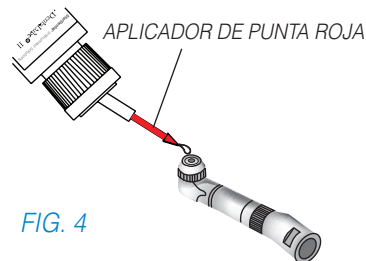

FIG. 4
- Coloque una gota de DentaLube II en el centro del vástago hueco del cartucho (deje pasar unos segundos para que el lubricante drene por el vástago). (Ver FIG. 4)